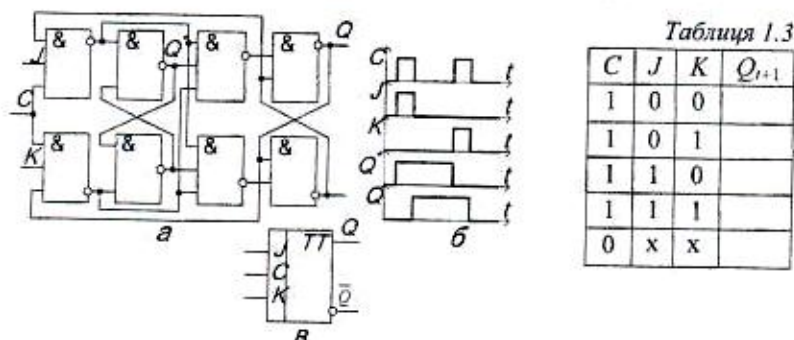

Рис. 1.3. Двоступеневий JK -тригер на елементах І-НЕ: а – схема; б – часові діаграми; в – УГП
1. Складіть схему за рис. 1.3, а.